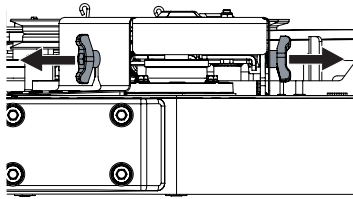

Figura 54
2. Retire los tornillos mariposa hexagonales que sujetan las cubiertas de las correas a la plataforma. Consulte la Figura 54.